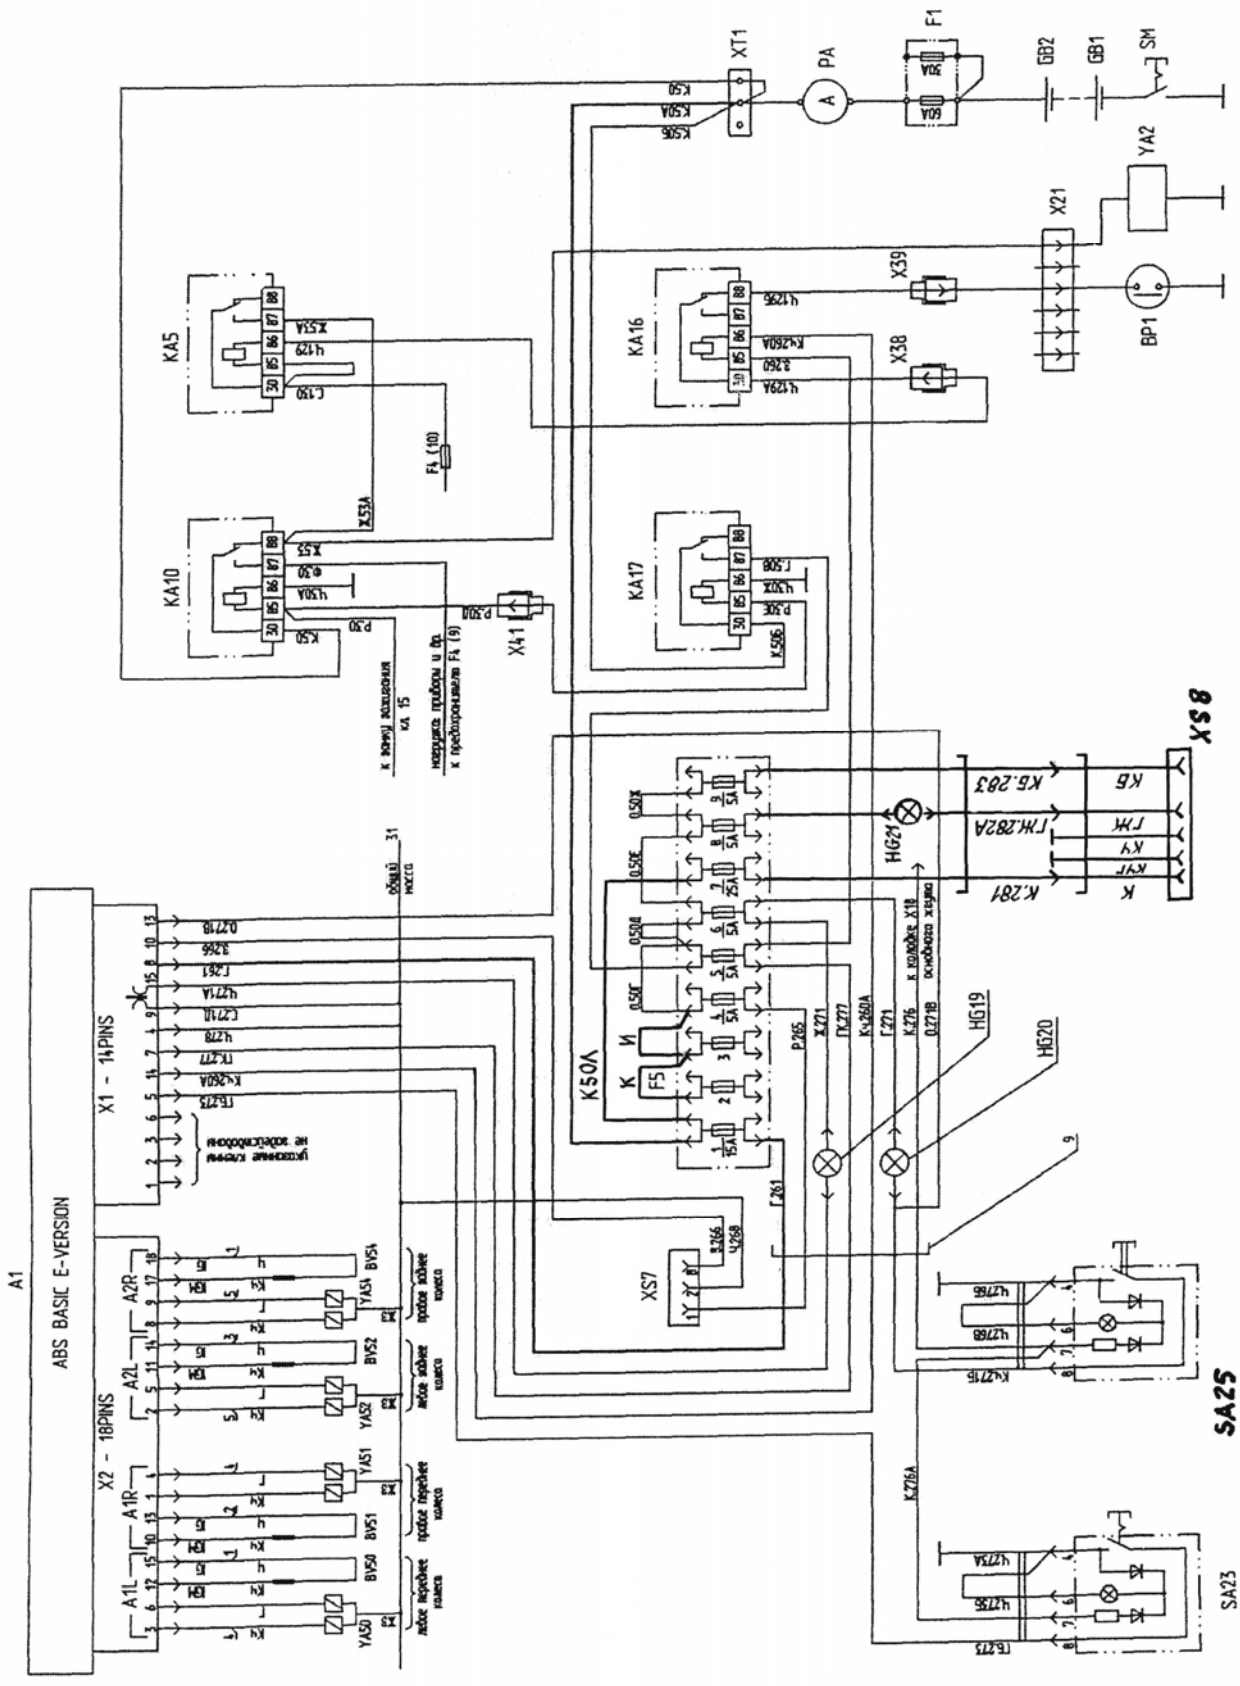

Рисунок 89 — Схема электрических соединений элементов системы ABS
Рисунок 89 – Схема электрических соединений элементов системы ABS: А1-блок управления ABS; YA50-YA54-модуляторы колес; BV50-BV54-датчики скорости колес; BP1-датчик моторного тормоза; F1-блок предохранителей; F5-блок предохранителей ABS; GB1-GB2-аккумуляторная батарея; HG19-лампа контрольная ABS автомобиля; HG20-лампа контрольная ASR-L; KA5-реле моторного тормоза; KA10-реле приборов; KA16-реле блокировки моторного тормоза; KA17-реле питания ABS; XS7-диагностическая розетка ABS; SA23-выключатель режимов работы ABS; SA25-кнопка диагностики ABS; YA2-электроклапан противоугонного устройства; PA-амперметр; SM-выключатель «массы»; XT1-панель соединительная; HG-21-лампа контрольная ABS прицепа; XS8-розетка ABS прицепа; 1-3-кабель датчика скорости ABS; 4-5-кабель модулятора ABS; 9-жгут проводов ABS; 10-жгут проводов основной
Если красная лампа с символом ABS не гаснет при скорости движения выше 7-10 км/ч, следует проверить установку датчиков в колесных узлах, провести диагностику системы по световым мигающим кодам (рисунок 89) лампы ASR-L, повторную контрольную проверку системы с анализом возможных неисправностей по таблице 1, или обратиться на сервисную станцию для компьютерной диагностики и устранения неисправности.
5.2 Ослаблена или поломана стяжная пружина колодок тормоза 5.3 Неправильное подключение датчиков и модуляторов одного из колёс	Заменить пружину  Проверить соответствие подключения датчиков и модуляторов согласно схеме, рисунок 89
Питание системы отключается при повороте выключателя приборов, стартера и противоугонного устройства в положение «0» и выключить «массу». Для временного отключения ABS, например, при проверке одновременности срабатывания колесных тормозов и эффективности «юзового» торможения, производится снятием предохранителя 6 (провод фиолетовый 277) из гнезда в блоке предохранителей (рисунок 89).